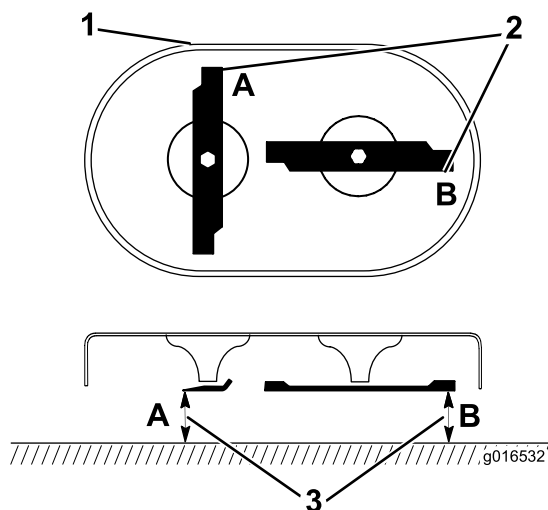

Рисунок 39
1. Поверните ножи, пока они не окажутся в положении, показанном на рис. Рисунок 39.
2. Измерьте от ровной поверхности до режущих кромок в местах А и В (Рисунок 39) и запишите оба результата измерения.